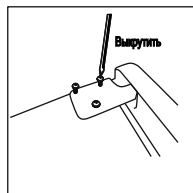

Рисунок 9
2. Отвинтите верхнюю петлю, затем снимите дверь и положите её на что-то мягкое, чтобы избежать царапин (рис. 9).